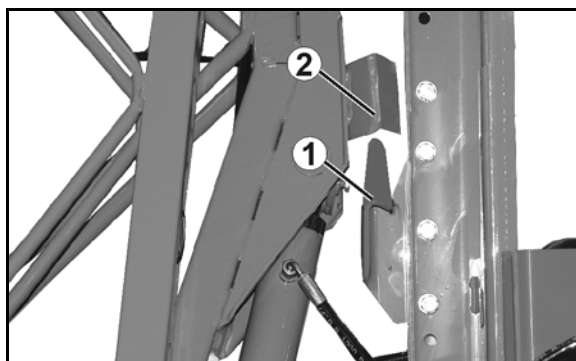

Fig. 80
- les crochets (Fig. 80/1) libèrent le dépôt de rampe (Fig. 80/2).
Relevez la rampe de pulvérisation en utilisant le réglage en hauteur jusqu'à ce que les supports d'arrêt (Fig. 80/1) libèrent les berceaux de réception (Fig. 80/2).
La Fig. 80 présente la rampe de pulvérisation déverrouillée.